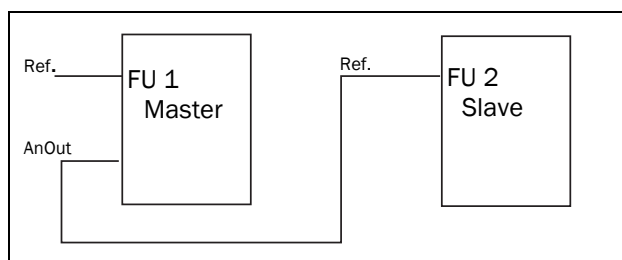

Abb. 141
- Sollwert für den nächsten Umrichter in einer Master/Slave-Konfiguration, siehe Abb. 141.